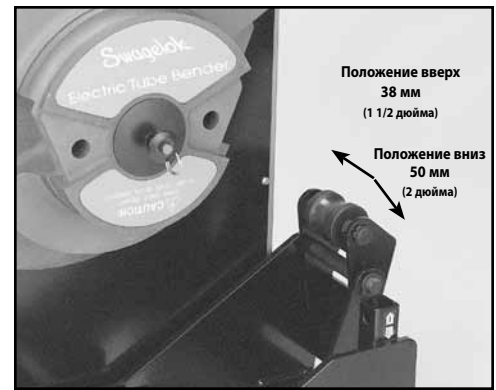

Рис. 1
1. Подберите и установите подходящие концевые ролики. Для гибки трубок с наружным диаметром 38 мм (1 1/2 дюйма) используйте концевой ролик, зафиксированный в поднятом вверх положении. Для гибки трубок с наружным диаметром 50 мм (2 дюйма) используйте концевой ролик, зафиксированный в опущенном вниз положении. (См. рис. 1.)